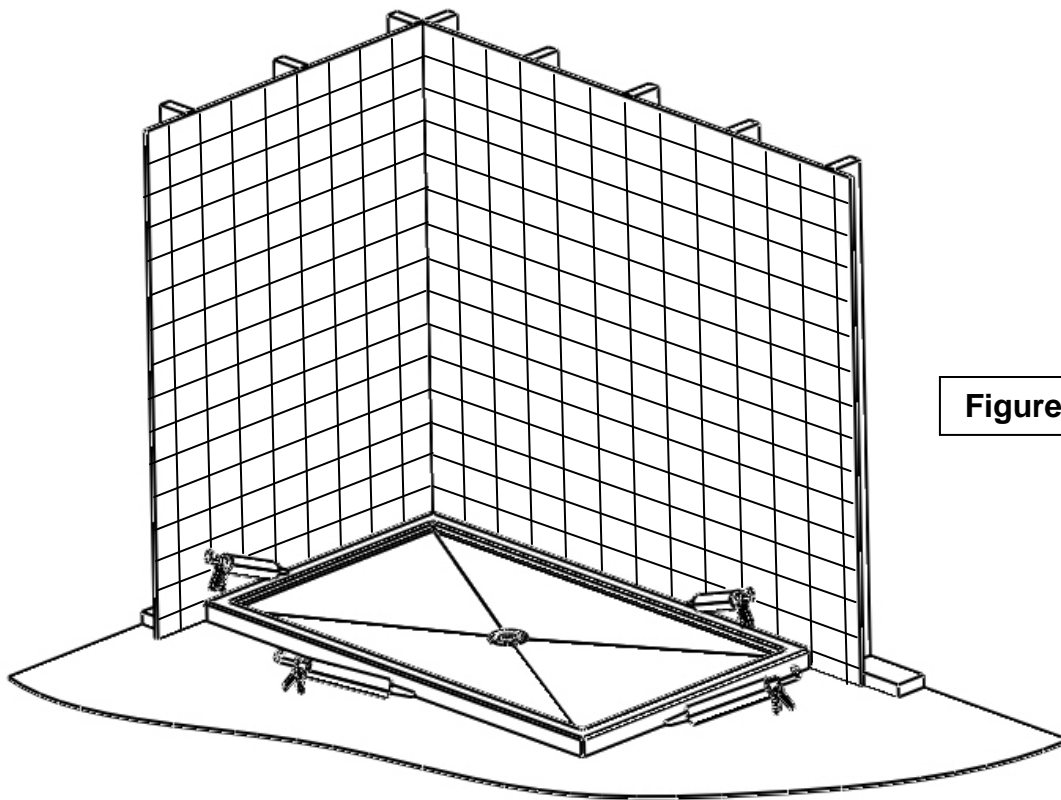

Figure 13
7. La dernière étape consiste à compléter les revêtements muraux et sceller à l'aide de silicone les endroits où il pourrait y avoir des infiltrations d'eau lors de l'utilisation. (voir figure 13).